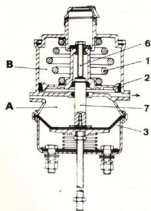
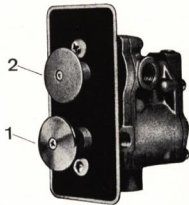

Fig. 11.9. - Freno de estacionamiento y emergencia
Fig. 11.11. - Válvula de control doble
— **Freno de estacionamiento y emergencia** (fig. 11.9). — Al accionar la palanca (1) de la válvula de control doble (fig. 11.11) a la posición de estacionamiento, se retira la presión del cuerpo (B) de la cámara de freno por medio del orificio "SPRING BRAKE" y el muelle (1) acciona al pistón (2), con lo que el tornillo (6) empuja al manguito (7) y éste, a su vez, a la membrana (3), consiguiéndose el bloqueo de las ruedas.
Aparte de frenar el vehículo mediante la válvula de control doble (fig. 11.11), también se frena de la misma forma cuando, por avería, desaparece la presión del cuerpo (B).
Esta válvula (fig. 11.11) tiene, para su accionamiento manual, un botón (color negro 1) que puede adoptar dos posiciones (hacia dentro para freno de estacionamiento y hacia fuera para marcha normal).